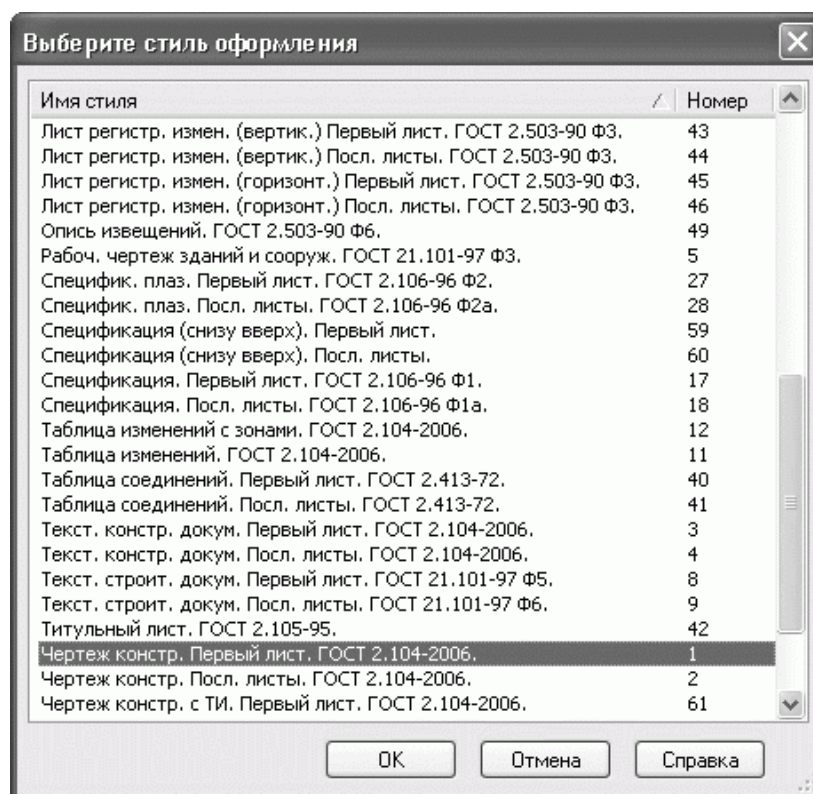

Рис. 2.58. Окно выбора стиля оформления чертежа
3. Для изменения основной надписи щелкните на кнопке с многоточием справа от поля с названием текущего стиля оформления. Откроется окно Выберите стиль оформления со списком доступных стилей (рис. 2.58).
1) для второго листа оставим формат А4 и вертикальную ориентацию. Изменим только стиль оформления на такой же, как и для первого листа. Для изменения стиля оформления достаточно щелкнуть на строке списка в столбце Оформление, после чего появится окно выбора стиля оформления (см. рис. 2.58);